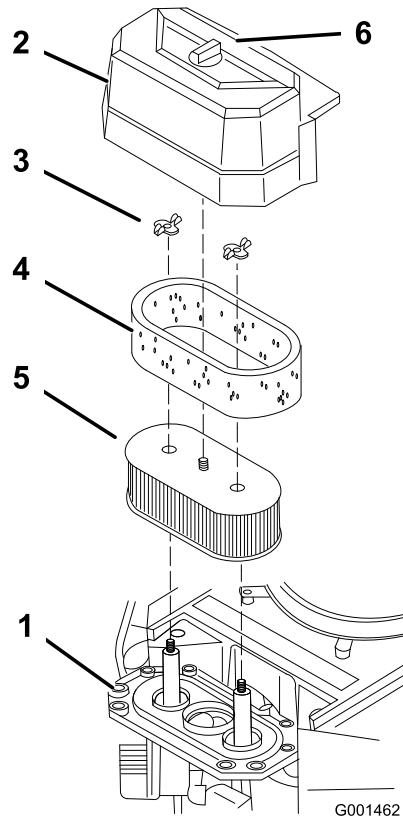

Figure 24
- Nettoyez la surface autour du filtre à air pour éviter que des impuretés n'endommagent le moteur en tombant à l'intérieur (Figure 24).
- Dévissez le bouton du couvercle et déposez le couvercle du filtre à air (Figure 24).
- Dévissez les 2 écrous à oreilles et déposez l'ensemble filtre à air (Figure 24).
- Sortez délicatement l'élément en mousse de l'élément en papier (Figure 24).
- Ne nettoyez pas l'élément en papier. Remplacez-le toutes les 200 heures de fonctionnement (Figure 24).
1. Glissez délicatement l'élément en mousse sur l'élément en papier (Figure 24).
2. Posez l'ensemble filtre à air sur sa base et fixez-le en place avec les 2 écrous à oreilles (Figure 24).
3. Mettez le couvercle du filtre en place et serrez le bouton (Figure 24).